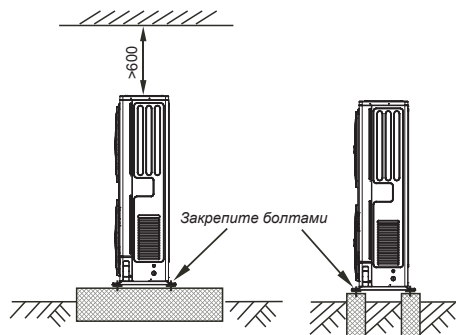

Рисунок 3-5
- Подготовьте бетонное основание в соответствии с характеристиками наружного блока (см. рис. 3-5).
- Надежно закрепите болтами опоры блока, чтобы предотвратить его падение в случае землетрясения или сильного ветра. (см. рис. 3-5).